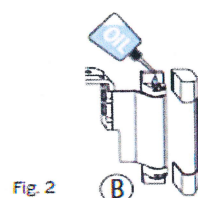
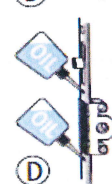

Fig. 2
Fig. 3
- Karmfäste och spanjolett måste inoljas årligen. Vid behov, tag bort kåpan till karmfästet och för på en droppe olja. Ytterligare ställen där olja skall påföras (se fig. 2) är vid låskolvarna över och under låshuset (se fig. 3).